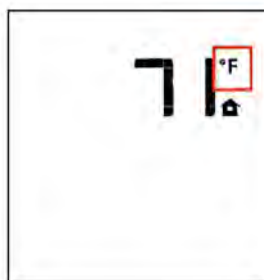

Figure 41 Indications de température ambiante.
■ Positionnez à «OFF» la télécommande, puis appuyez en même temps sur les touches «Thermostat» et «Mode». L'afficheur indiquera la température ambiante actuelle, en changeant d'unité (Fahrenheit ou Celsius) à chaque fois que vous appuyez simultanément sur ces touches. VVoir fig.41